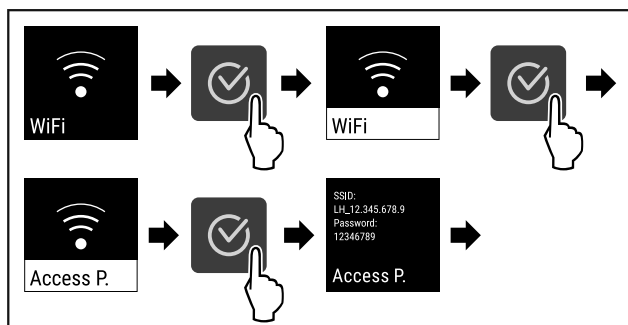

Fig. 85
- ▶ Proveďte akční kroky (viz Fig. 85).